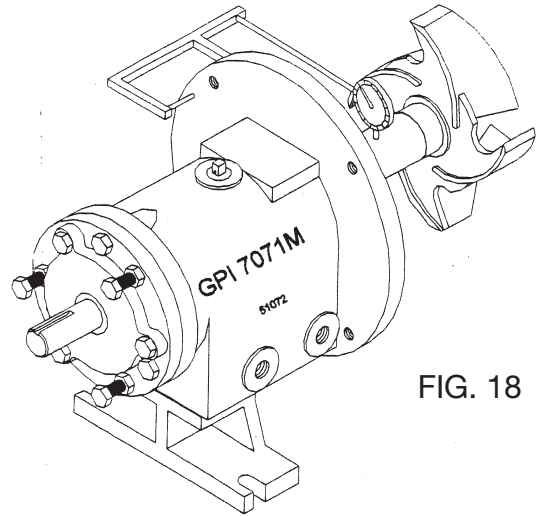

FIG. 18
3. Inspeccione el “runout” del eje. Inspeccione la manga del eje (16) y enhile el impulsor (26) en el eje. Apretre a mano, luego rote el impulsor un turno. Si la lectura varia más de .002”, desmonte la armadura de fuerza motriz y determine la causa. Quite el impulsor y la manga del eje. (Fig. 18)
5. Instale el vástago (18) a la armadura de rodamientos. “Torque” pernos, en un diseño entrecruzado, a especificaciones en Tabla 6.